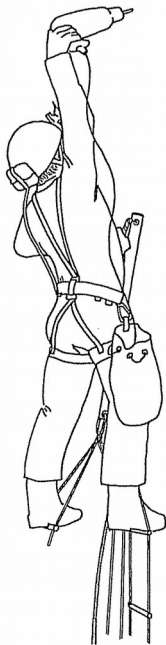

FIG. 2
5. Warn your companion to tension the safety rope and when you have unhooked from the bar you are suspended from, slipping the piece of rope of the bar off the ventral blocking, climb with one foot on the step of the big stirrup, supporting it and keeping it in equilibrium with one hand on the knot of the big stirrup (Fig.2). Now that it no longer bears your weight, the bar can be removed easily from its anchorage and repositioned on the Alien plate, just prepared, inserting in the middle carabiner into the top hole.
5. On demande au co-équipier de tendre la corde et après s'être hissé on pose un pied sur le barreau du gros étrier en restant en équilibre en se tenant d'une main au noeud du gros étrier (fig.2). Le tube est alors déchargé du poids de l'utilisateur et peut être tiré et mousquetonné dans le trou supérieur de la plaquette ALIEN à peine installée.
5. Se avisa al compañero que puede tensar la cuerda de seguridad y tras desengancharse de la barra en la que se está colgado, quitando el pedaso de cuerda de la barra del bloqueador de pecho, se sube con un pie sobre el peldaño del “estribo grande”, agarrándose y manteniendo el equilibrio con una mano en el nudo del “estribo grande” (Fig.2). La barra, descargada de esta manera de nuestro peso,